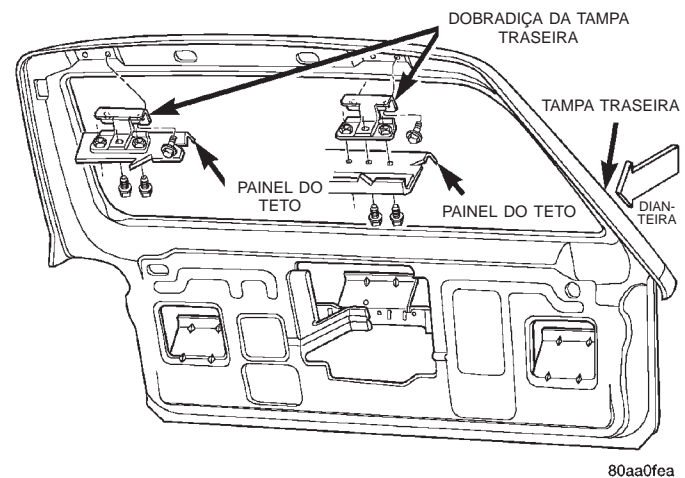

Fig. 98 Dobradiça da Tampa Traseira
- (1) Abra a tampa traseira e calce-a.
- (2) Remova o acabamento superior da abertura da tampa traseira.
- (3) Remova os parafusos que prendem a dobradiça ao painel do teto (Fig. 98).
- (4) Remova os parafusos que prendem a dobradiça à tampa traseira.